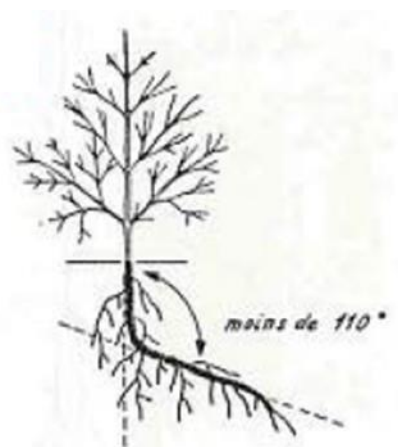

Fig. 1
- ➔ Conserver le plus long possible le pivot des espèces pivotantes, sauf s'il fait un coude de plus de 110° (= proche de l'angle droit) (fig. 1).